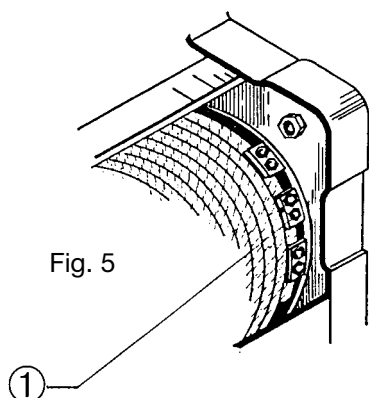

Fig. 5
For demontering af wiren: fjern hovedkilen (Fig. 4), og tag derefter enden af wiren ud af beslaget, og fjern wiren fra blokskiven og muligt veckselhjul. Træk wiren fuldstændigt ud af tromlen ved at trykke på "ned" knappen på kontrolpanelet indtil tromlens ende. Løsn skrueerne på wiren fastgørelsesklemmer (fig. 5).
**Montering af ny wurer:** Sæt wuren i den sidste fastgørelsesklemme, og lad ca. 40 mm af enden af wuren stikke ud; stram klæmskruerne (fig. 5 - pos. 1) stram wuren indtil den mases og fastgør de andre klemmer.